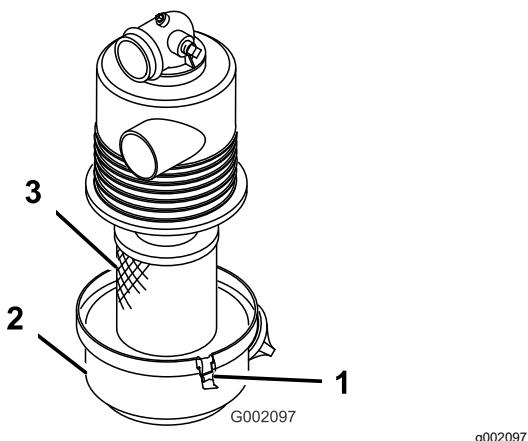

Figura 25
3. Liberte os trincos que fixam a cobertura do filtro de ar à respetiva caixa e retire a cobertura (Figura 25).
4. Deslize suavemente o elemento do filtro de ar (Figura 25) para fora da caixa.